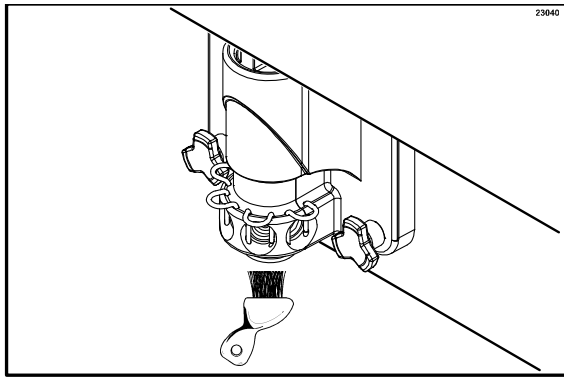

Abbildung 55
10. Mit einer kleinen Menge Reinigungslösung zum Gerät zurückkehren. Einen Eimer unter den Zapfauslass halten, die Zapfauslassbürste in die Reinigungslösung tauchen und die Sirupanschlussöffnungen am Frontverschluss, den Zapfauslass und den unteren Teil sowie das Messer des angetriebenen Kreisels und die Sirupleitungs-Anschlussstücke sauber bürsten. (Siehe Abbildung 55.)